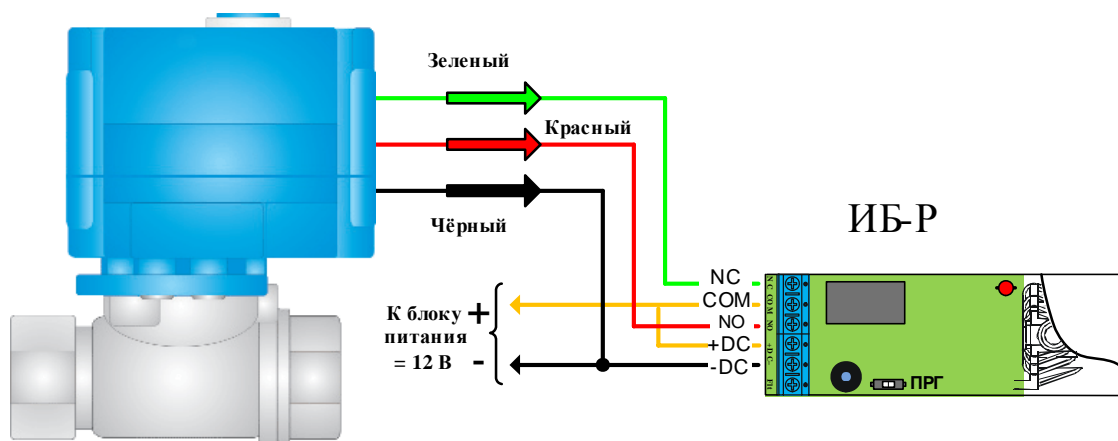

Рис. 9 Схема подключения крана НС12В к ИБ-Р.
ШАГ 3. Подключить кран к ИБ-Р согласно схеме подключения (Рис. 9).
- Схема подключения крана к ИБ-Р исп.2 аналогична Рис. 9, с той разницей, что "плюсовой" вывод блока питания подключается только к клемме "СОМ", а "минусовой" подключается к черному проводнику крана напрямую (без подключения к ИБ-Р).